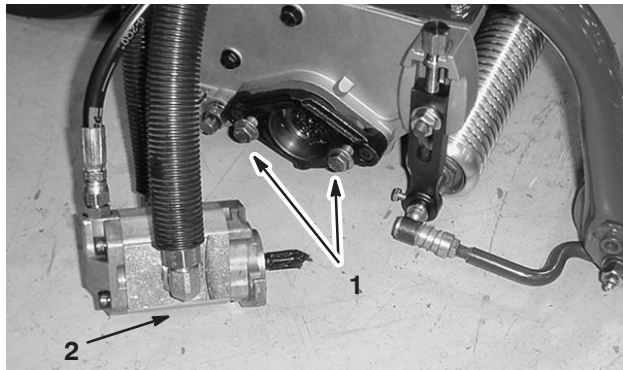

Bild 13
7. Bringen Sie die Befestigungs-Kopfschrauben an, mit denen die Spindeltriebsmotoren an jedem Mähwerk befestigt werden. Lassen Sie ungefähr 13 mm Gewinde an jeder Befestigungs-Kopfschraube sichtbar (Bild 13).
10. Fetten Sie die Keilwelle des Motors mit frischem Fett ein und bringen den Motor durch Drehen nach rechts an, so dass die Motorflansche von den Bolzen entfernt sind. Drehen Sie den Motor nach links, bis die Flansche die Bolzen umhüllen. Ziehen Sie die Befestigungskopfschrauben fest (Bild 13).